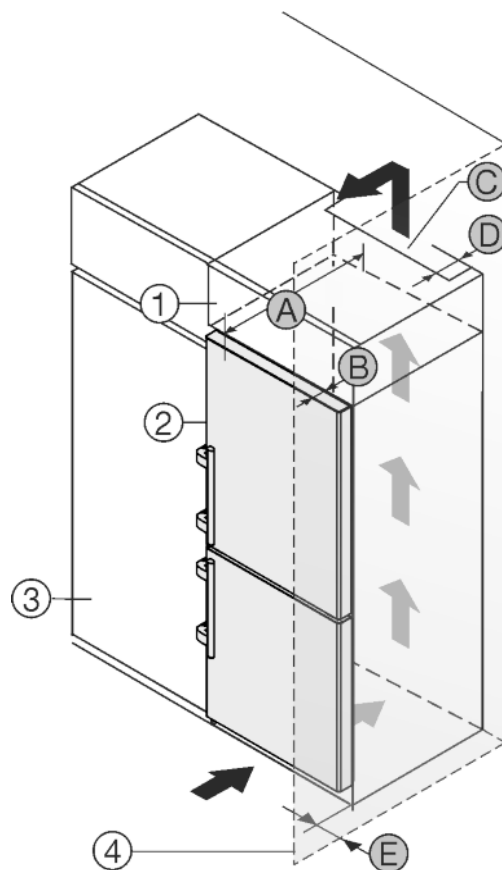

Fig. 47
Urządzenie może zostać obudowane szafkami kuchennymi. Aby dopasować urządzenie Fig. 47 (2) do wysokości ciągu szafek kuchennych, można nad urządzeniem umieścić szafkę nasadzaną Fig. 47 (1).
Urządzenie można ustawić bezpośrednio obok szafki kuchennej Fig. 47 (3). By móc całkowicie otworzyć drzwi, urządzenie musi wystawać przynajmniej o głębokość Fig. 47 (B) za front szafki kuchennej. W zależności od głębokości szafek kuchennych oraz od zastosowania elementów dystansowych urządzenie może wystawać jeszcze bardziej.
- Na tylnej ścianie szafki nasadzonej wymagany jest wywiewny kanał wentylacyjny o głębokości Fig. 47 (D) na całej szerokości szafki.
- Pod sufitem pomieszczenia należy zachować przekrój odpowietrzający Fig. 47 (C).
Jeżeli urządzenie będzie ustawiane z zawiasami do ściany Fig. 47 (4), to pomiędzy urządzeniem i ścianą należy zachować odstęp Fig. 47 (E). Na taką odległość wystaje klamka przy otwartych drzwiach.